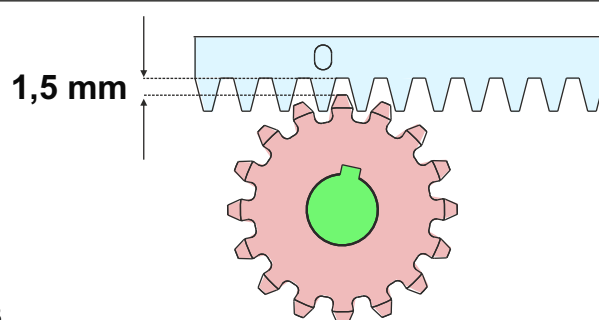

Fig. 13
5.6. Toda la cremallera debe elevarse de **1,5 mm** para evitar que el peso de la cancela carga sobre el piñón - Fig. 13. **Atención: mantener un juego mín. 0,5 mm entre el diente del piñón y el diente de la cremallera;**